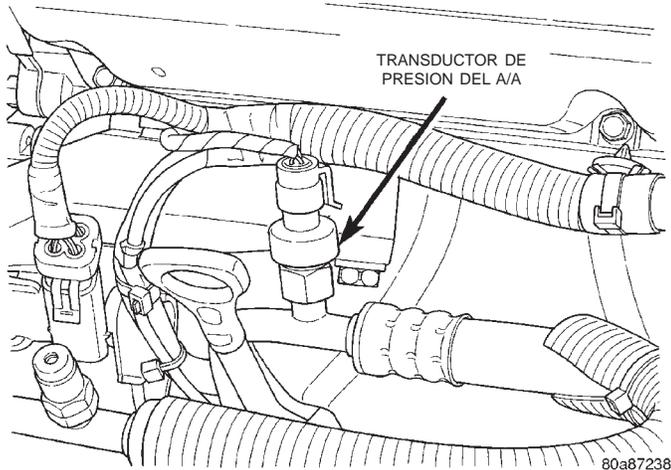

Fig. 11 Transductor de presión (motor 2.5L)
- (3) Retire el transductor girándolo en sentido contrario a las agujas del reloj, con una llave fija plana de 14 mm (0,56 pulg.) (Fig. 10) y (Fig. 11).